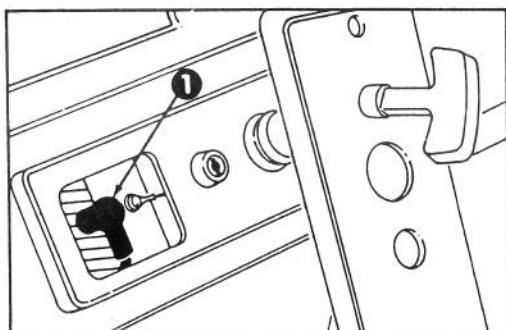

Fig. 16
2. RIMUOVETE LA CANDELA (Fig. 16) — Staccate il cavo ad alta tensione dalla candela e togliete la candela. Esaminatela e sostituitela se è incrinata, incrostata o sporca. NON PULITE LA CANDELA CON